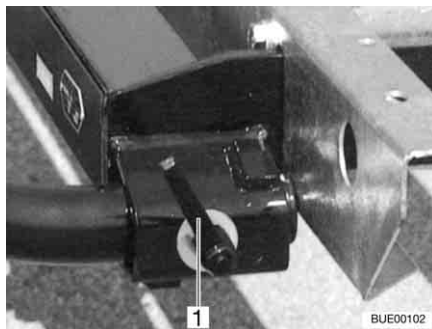

Fig. 7 Chiusura rapida
- Inserire il supporto a sinistra e a destra negli alloggiamenti sul telaio e assicurarlo con una chiusura rapida (Fig. 7,1).
- Rilasciare la chiusura rapida (Fig. 7,1) e sfilare i supporti dagli alloggiamenti sul telaio.